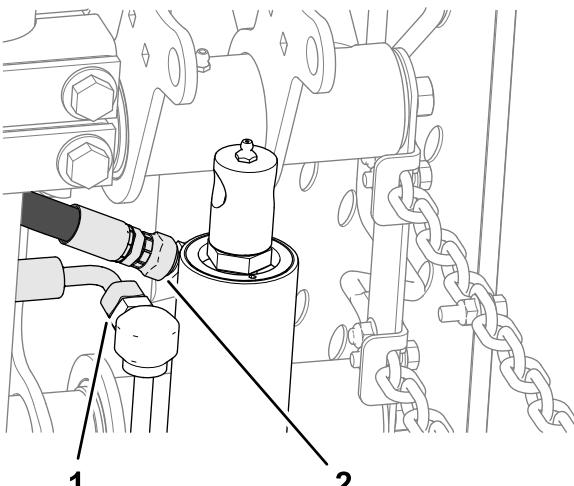

Рисунок 14
- На гидроцилиндре подъема ослабьте прямой поворотный штуцер шланга линии возврата и прямоугольный поворотный штуцер шланга линии подъема (Рисунок 14).